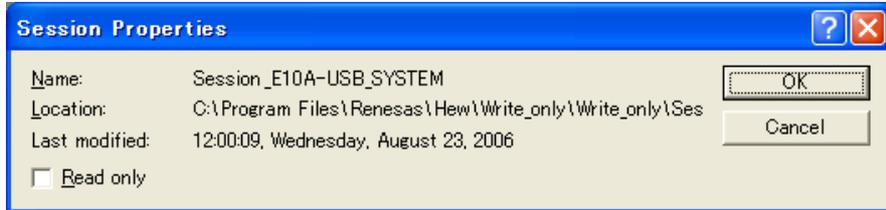

图 4.30 [Session Properties] 对话框
3. 请单击[Properties] (属性)按钮, 显示[Session Properties]对话框 (图4.30)。